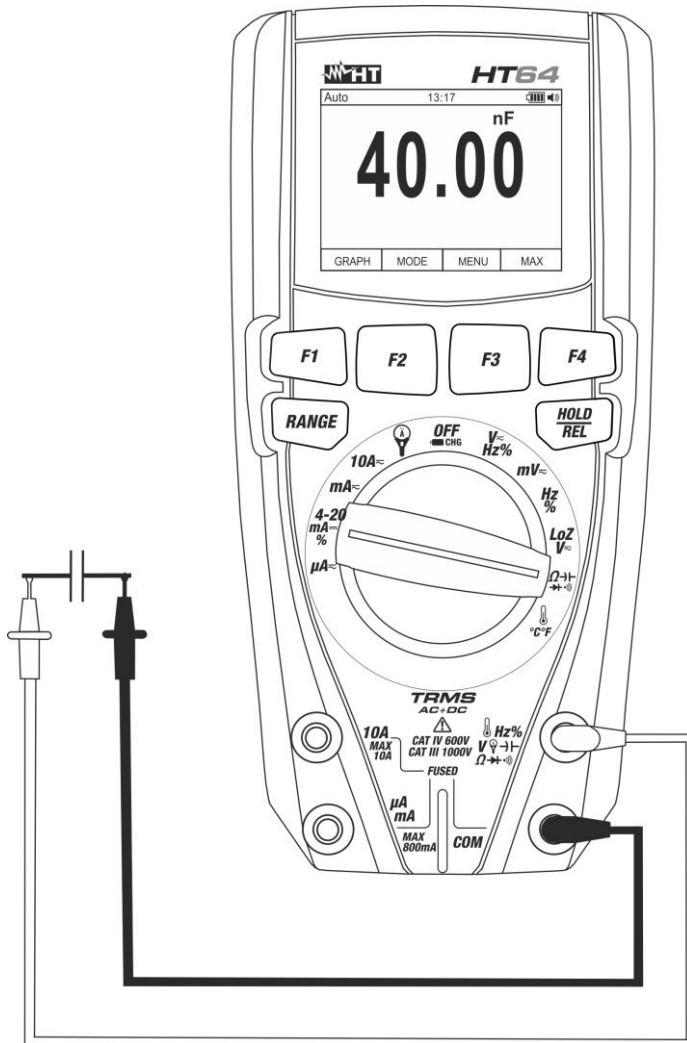

Fig. 28: Mesure de Capacité
5. Positionner les embouts aux extrémités du condensateur sous test en respectant, éventuellement, les polarités positives (câble rouge) et négatives (câble noir) (voir Fig. 28). La valeur sera affichée à l'écran. **En fonction de la capacité, l'instrument peut prendre environ 20s avant d'afficher la valeur finale correcte.** Le diagramme à barres analogique n'est pas actif dans cette fonction